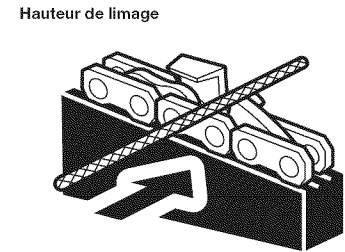
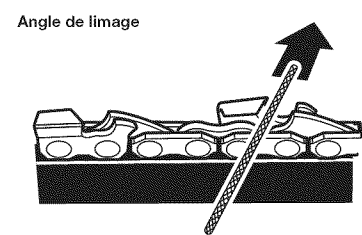

Fig. 41
Fig. 42
- Maintenez le niveau de la lime à celui de la plaque supérieure de la dent (Fig. 41). Ne laissez pas la lime plonger ou se balancer (Fig. 42).
- Avec une pression légère mais ferme, limez vers le coin avant de la dent (Fig. 42). Enlevez la lime de la gouge avant de revenir au début du limage d'affûtage.